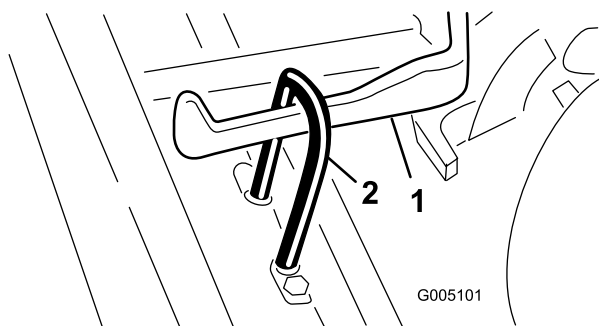

Bild 5
2. Schieben Sie die Schneideinheit unter den Zugrahmen, während Sie den Hubhaken am Hubarm einhaken (Bild 5).